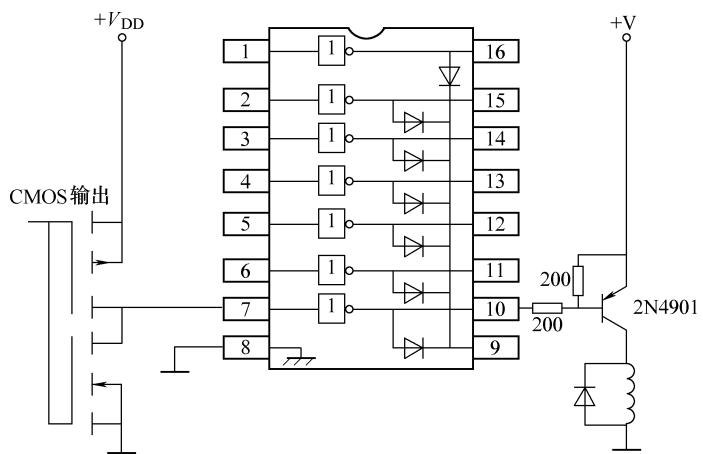

图 5-17 ULN-2004A 内部框图
- (17) ULN-2004A 内部框图 (见图 5-17)